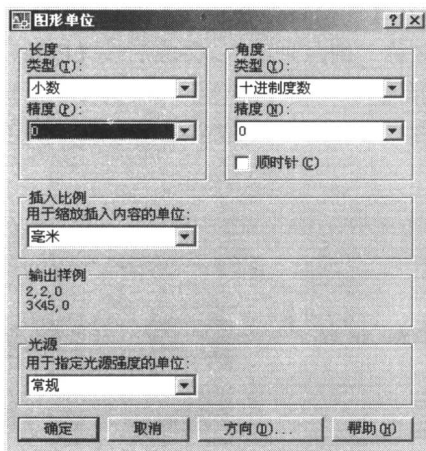

图 2-2
① 创建图形文件。选择【文件】/【新建】菜单命令，弹出【选择样板】对话框，单击【打开】按钮，创建一个新的图形文件。
② 设置图形单位。选择【格式】/【单位】菜单命令，弹出【图形单位】对话框。在【长度】选项组中，从【类型】下拉列表中选择【小数】选项，从【精度】下拉列表中选择【0】选项（即将精度设置为整数），如图 2-2 所示，完成后单击【确定】按钮。